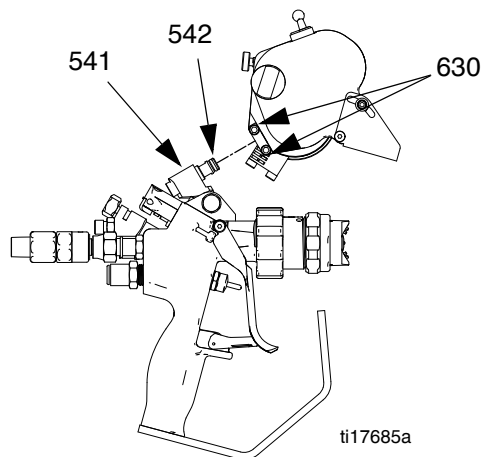

Рис. 6
- a. В случае необходимости разводным ключом отрегулируйте вращающийся стержень (541) таким образом, чтобы он стал параллельно переднему краю пистолета и открылся для крайних точек передней части пистолета. См. Рис. 6.
- b. Извлеките винты (630). См. Рис. 6.
ПРИМЕЧАНИЕ. Убедитесь, что уплотнительное кольцо (542) плотно прилегает в блоке режущего механизма. Убедитесь, что нет утечки воздуха, поскольку она очень сильно уменьшит производительность пневматического двигателя. См. Рис. 6.
- d. Затяните винты (630), чтобы зафиксировать режущий механизм на месте.